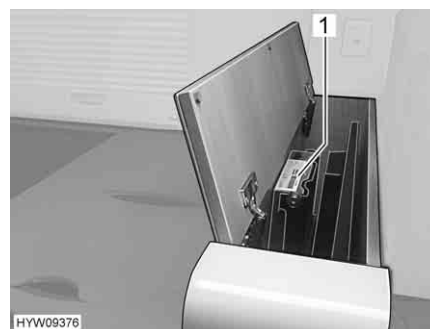

Fig. 83 Schermo piatto (scomparso)
- Schermo piatto a scomparsa manuale: Per scaricare le molle, spingere il meccanismo di sollevamento (Fig. 83,1) leggermente verso il basso. Lo schermo piatto si solleva automaticamente.